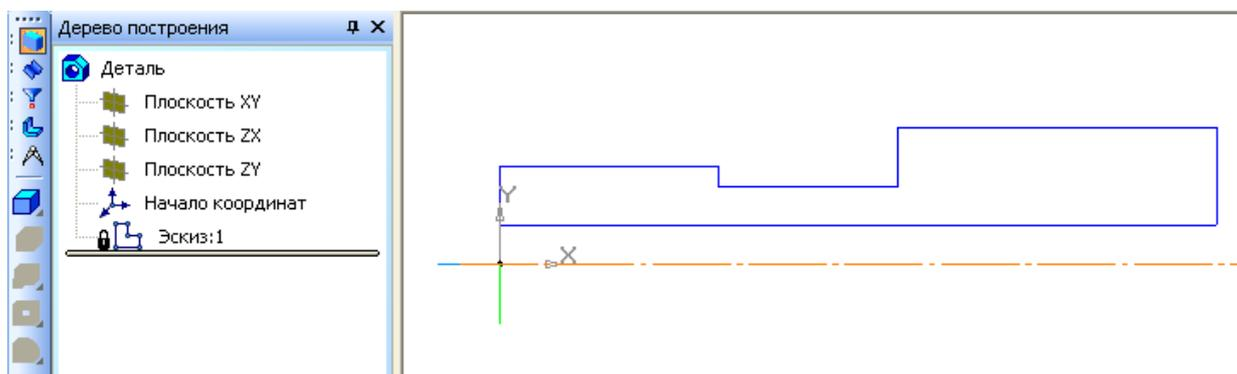

Рисунок 62
3. Создайте новый эскиз на профильной плоскости (плоскость ZY). Эскиз представляет собой ломаную линию, отдельные участки которой расположены под прямыми углами друг к другу. Чертите отрезки с помощью режима ортогонального черчения. Для этого нажмите кнопку **Ортогональное черчение** на панели **Редактирование**. Стилем линии «Осевая» постройте ось вращения. Постройте плоский образующий контур основания детали (рисунок 62).